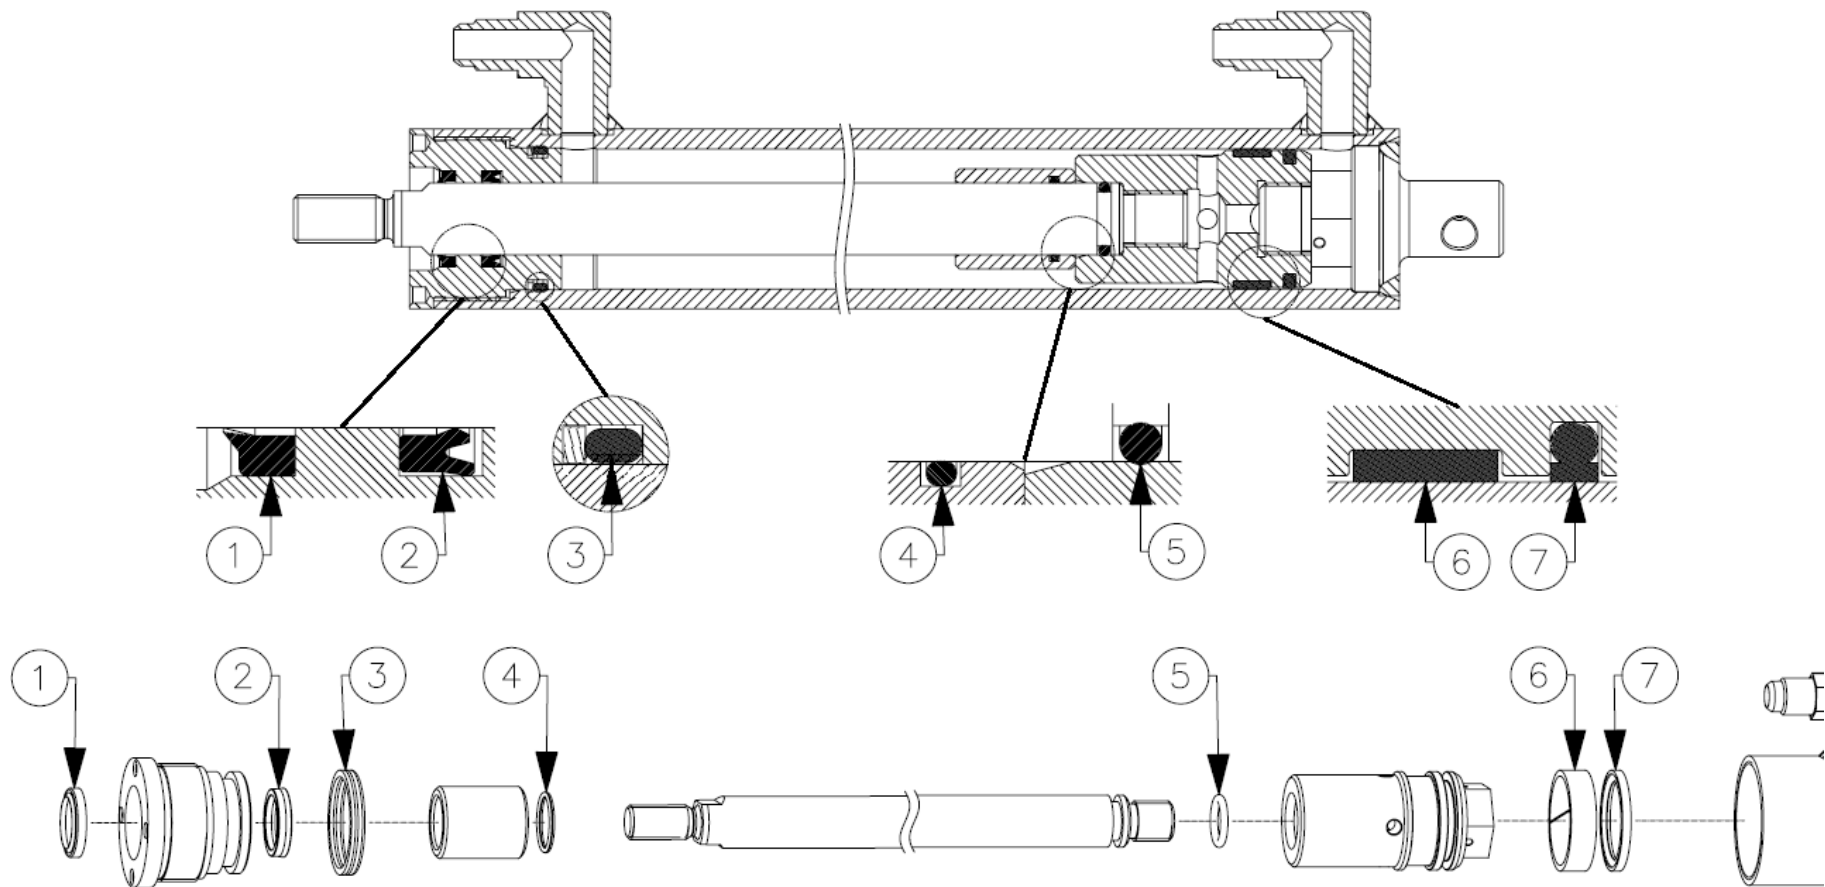

Abb. 046
- 7.6.3. Die Dichtungen so einbauen, wie es in der Abb. 046 gezeigt wird.